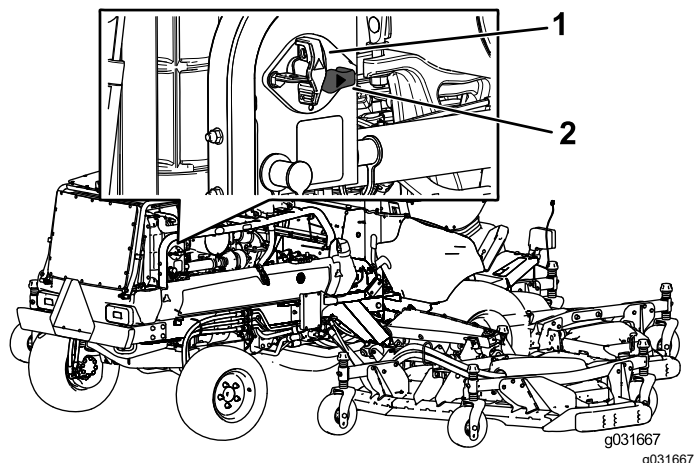

Figure 74
- Pour mettre la machine sous tension, tournez le coupe-batterie dans le sens horaire à la position SOUS TENSION (Figure 74).
- Pour mettre la machine hors tension, tournez le coupe-batterie dans le sens antihoraire à la position HORS TENSION (Figure 74).